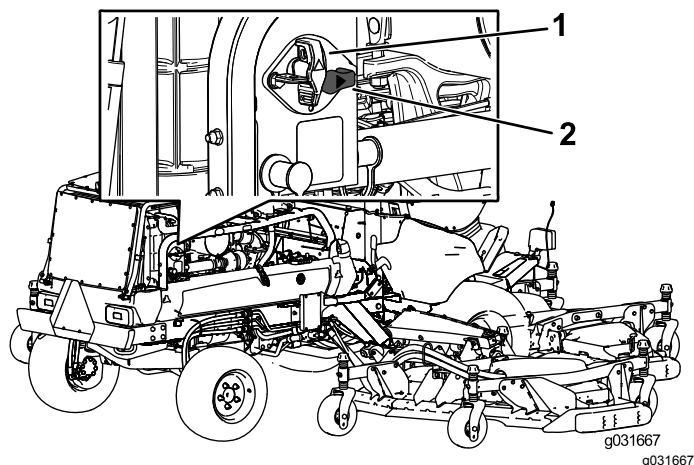

Figura 71
- Para suministrar energía eléctrica a la máquina, gire el interruptor de desconexión de la batería en sentido horario a la posición de ENCENDIDO (Figura 71).
- Para interrumpir el suministro de energía eléctrica de la máquina, gire el interruptor de desconexión de la batería en sentido antihorario a la posición de APAGADO (Figura 71).